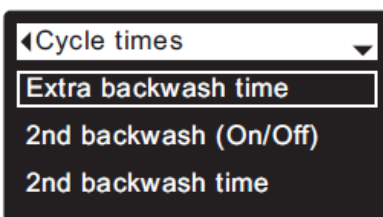

Fig. 74
5. Tryk på SELECT (O) knappen for at få vist cycle times menuen (se fig. 74).